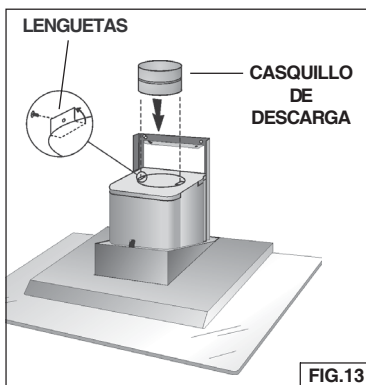

FIG.13
4. Instale el cosquillo de descarga dentro a las lengüetas y sujételas con (2) tornillos de 3.9 x 9.5 (Fig. 13).